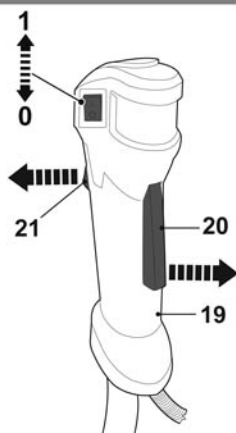

Fig. 30
- > Suelte el seguro del gatillo [20] y el acelerador [21], y deje la máquina en ralentí por 10 a 15 segundos (Fig. 30).